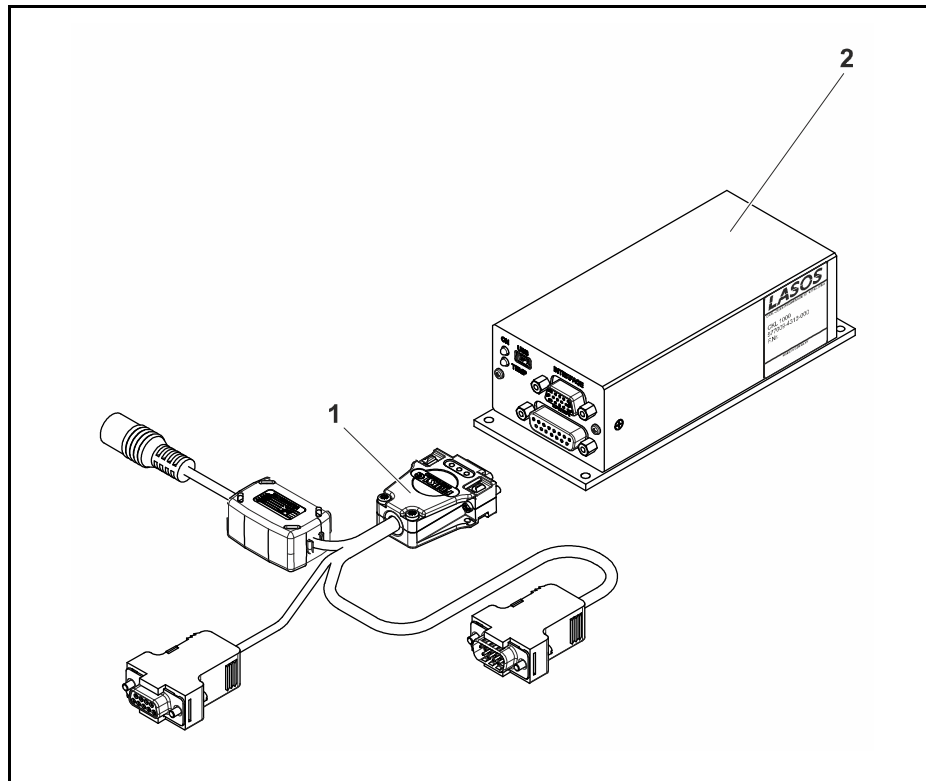

Abb. 16 Anschlusskabel CKL1000 an Steuergerät anschliessen
- Verbinden Sie das Anschlusskabel CKL1000 (HD D-Sub-Buchse 15-polig, Abb. 16/1) mit dem Steuergerät (HD D-Sub-Steckverbinder 15-polig, Abb. 16/2).